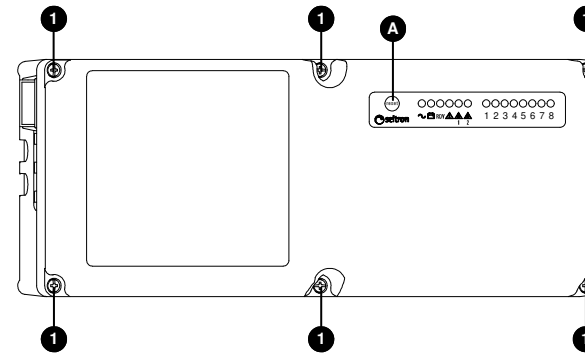

Fig. 1: Aspecto esterno.
TASTO RESET (A di Fig. 1)
L'utilizzo di questo tasto, posto sul frontale (Fig. 1), dipende dall'impostazione effettuata dei dip-switch 'LATCH' e del connettore 'JP4' (vedere il paragrafo 'IMPOSTAZIONE JUMPER E DIP-SWITCH').
- Togliere le 6 viti indicate con 1 in Fig. 1 e rimuovere il pannello frontale.